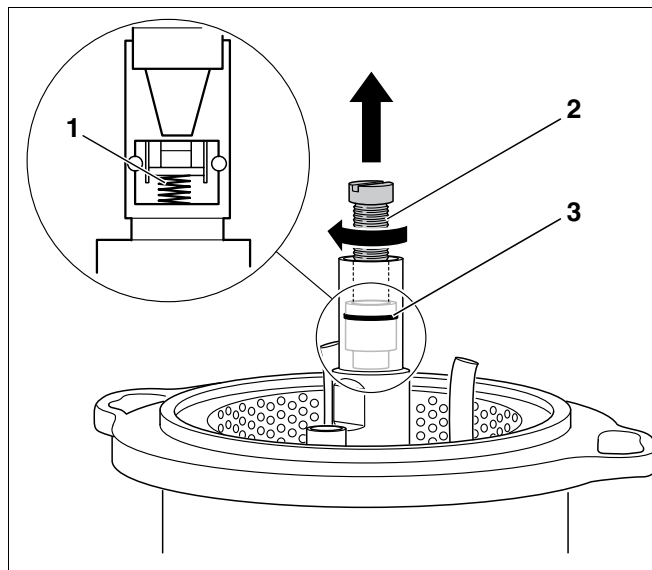

Fig. 51 Remplacer le clapet de retenue
Le clapet de retenue (fig. 51, **pos. 3**) dans le réchauffeur de fioul fonctionne comme un clapet anti-retour. Si la pompe à fioul fonctionne, elle refoule le fioul par le clapet de retenue. Si la pompe s'arrête, le clapet se ferme avec un ressort (fig. 51, **pos. 1**).
- Insérer une vis M5 × 50 (fig. 51, **pos. 2**).
- Retirer le clapet de retenue (fig. 51, **pos. 3**).